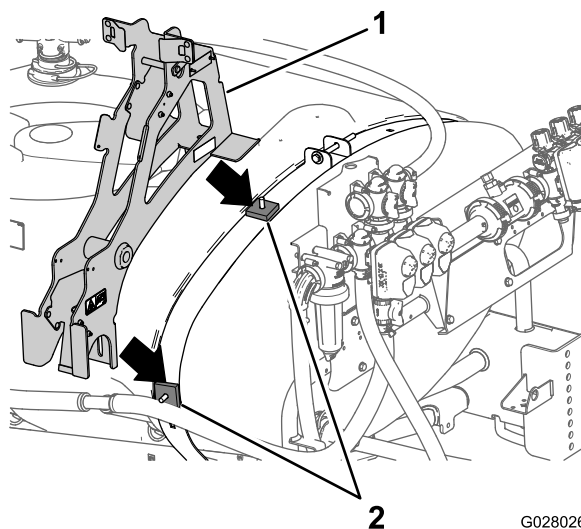

Figura 3
- Montati 2 distanieri pătrate peste uruburile de fixare instalate anterior (Figura 3).
6. Instalati cadrul de susinere principal pe distanierile pătrate i uruburile de fixare, conform indicațiilor din Figura 3.